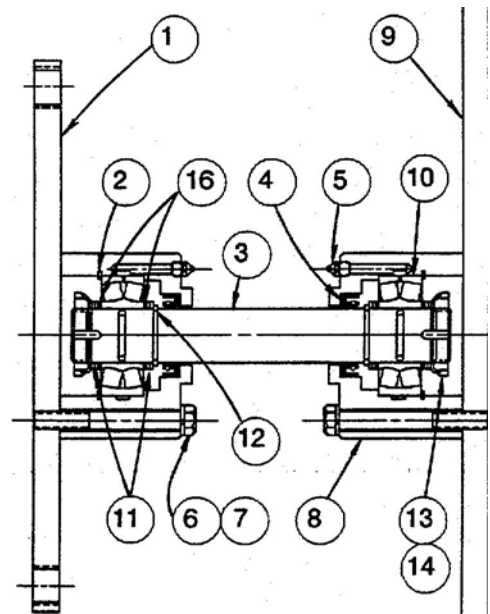

图 6
- 2.5.3 参考图 6，将轴承一侧的塞块(11, 16)转移到另一侧，可以调整轴向锁紧装置的总长。